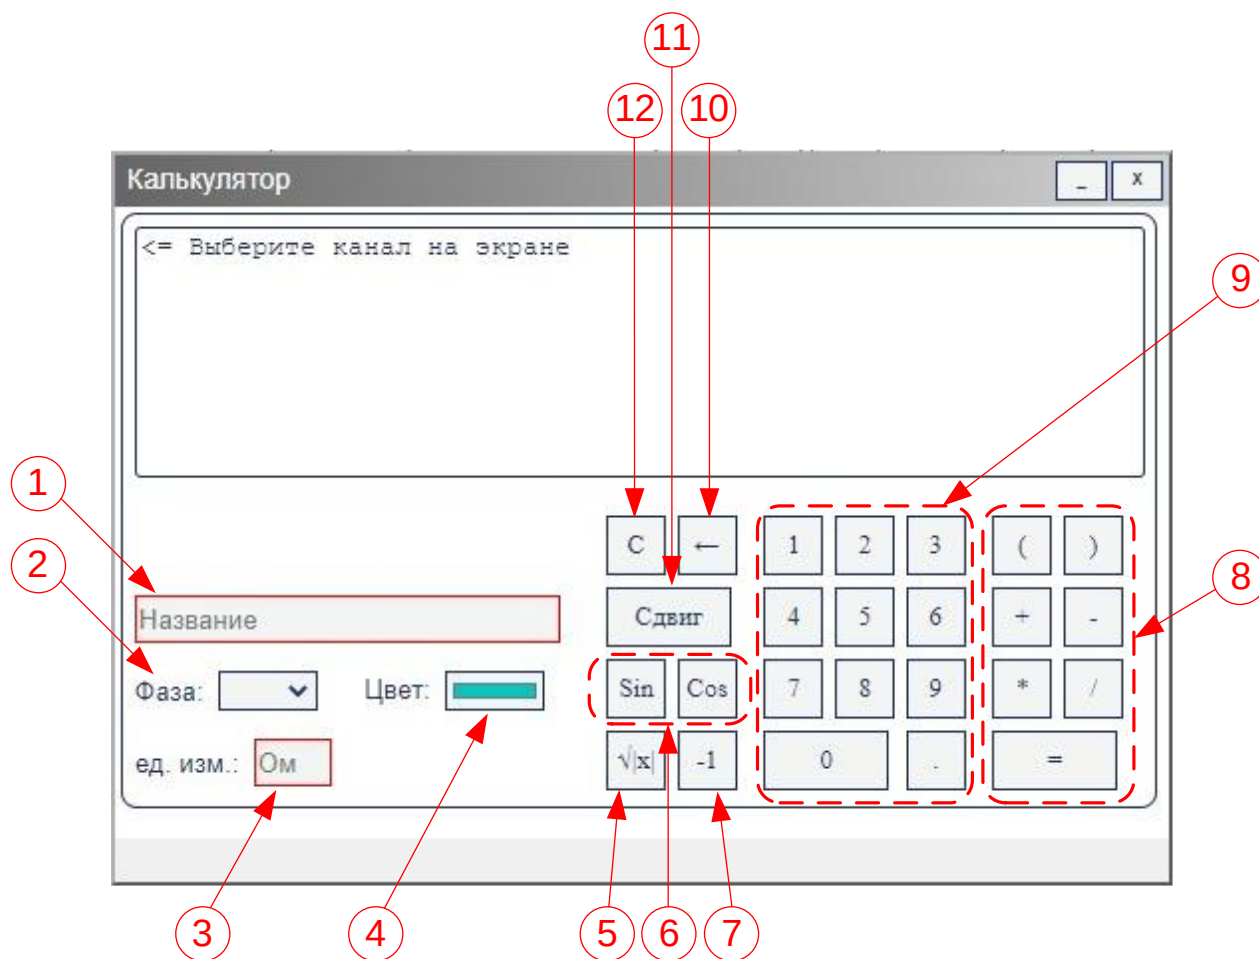

Рисунок 23 – Окно функции «Калькулятор»
3.5.13.4 Окно функции «*Калькулятор*» показано на рис. 23.
- поле «Название» (см. рис. 23, поз. 1) – позволяет ввести название сигнала, создаваемого с помощью функции «Калькулятор»;
- выпадающий список «Фаза:» (см. рис. 23, поз. 2) – позволяет записать наименование фазы сигнала в соответствующее поле при сохранении файла;
- поле «ед. изм.:» (см. рис. 23, поз. 3) – позволяет задать единицы измерения построенного сигнала;
- кнопка «Цвет» (см. рис. 23, поз. 4) – позволяет задать любой цвет графика сигнала, после сохранения файла в формате «*.cff» сигналы сохраняются с выбранным цветом;
- кнопка « $\sqrt{|x|}$ » (см. рис. 23, поз. 5) – позволяет вычислить квадратный корень из модуля сигнала;
- кнопки «Sin» и «Cos» (см. рис. 23, поз. 6) – позволяют использовать соответствующие тригонометрические функции в создаваемых графиках расчетных значений. Аргументы функций «Sin» и «Cos» необходимо задавать в градусах;
- кнопка «-1» (см. рис. 23, поз. 7) – позволяет инвертировать выбранный сигнал относительно оси времени;
- группа кнопок команд арифметических действий (см. рис. 23, поз. 8) – поле ввода команд для выполнения арифметических действий. Также можно вводить знаки арифметических действий с клавиатуры ПК;
- цифровая клавиатура (см. рис. 23, поз. 9) – предназначена для ввода числовых значений. Их также можно вводить с клавиатуры ПК;
- кнопка «←» (см. рис. 23, поз. 10) – удаляет последнее действие в окне ввода «Калькулятора»;
- кнопка «Сдвиг» (см. рис. 23, поз. 11) – позволяет построить копию выбранного сигнала, сдвинутую по фазе на заданную величину. Подробнее – в 3.5.13.6–3.5.13.7;
- кнопка «С» (см. рис. 23, поз. 12) – удаляет всю информацию из окна ввода «Калькулятора».